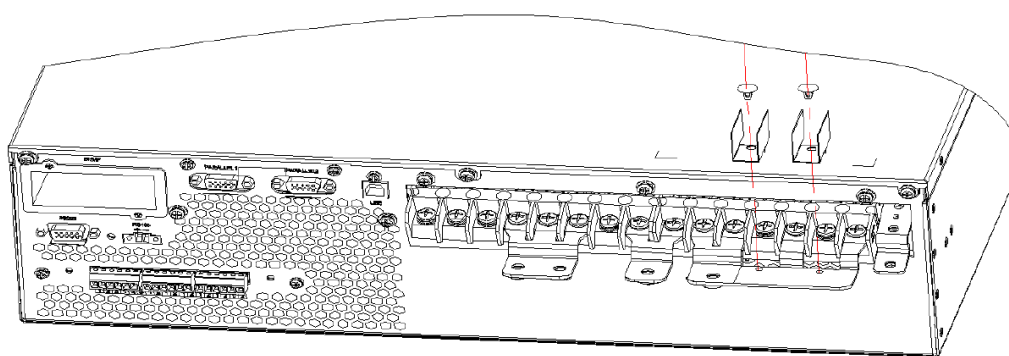
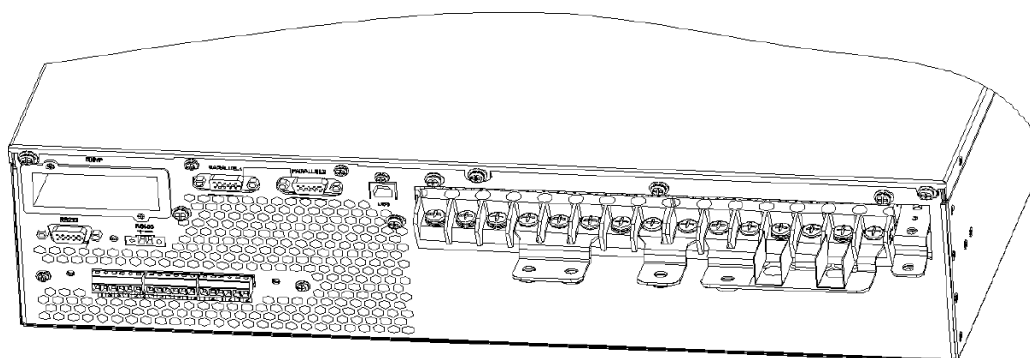

Рисунок 3-15. Установка изоляционной пленки
Рисунок 3-16. Фиксация изоляционной пленки
3. Установите изоляционную пленку (аксессуар) на медную перемычку No.6 (Рисунок 3-15), и зафиксируйте пластиковой заклепкой (Рисунок 3-16).